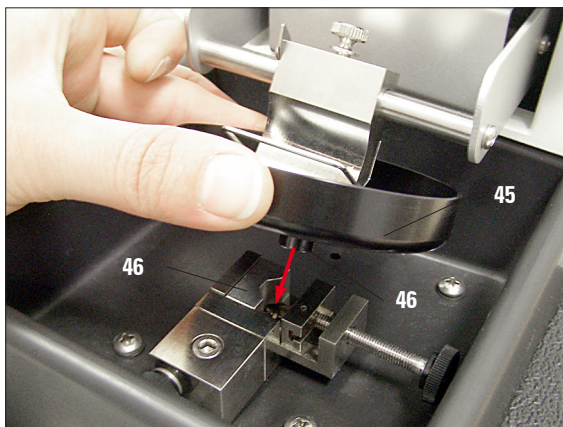

Abb. 21
- Den Zapfen unten an der runden Probenwanne so in dem V-Block Adapter (46) platzieren, dass er mit der Rändelschraube (37) geklemmt werden kann (Abb. 21).